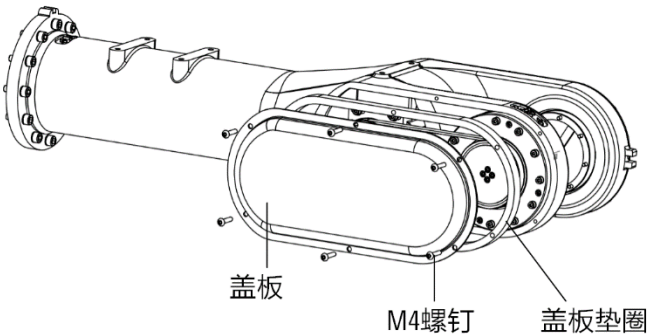

图 12-9 拆卸盖板
- 步骤3. 拆卸操作机盖板及四颗 M4 螺钉，如图 12-9 所示。